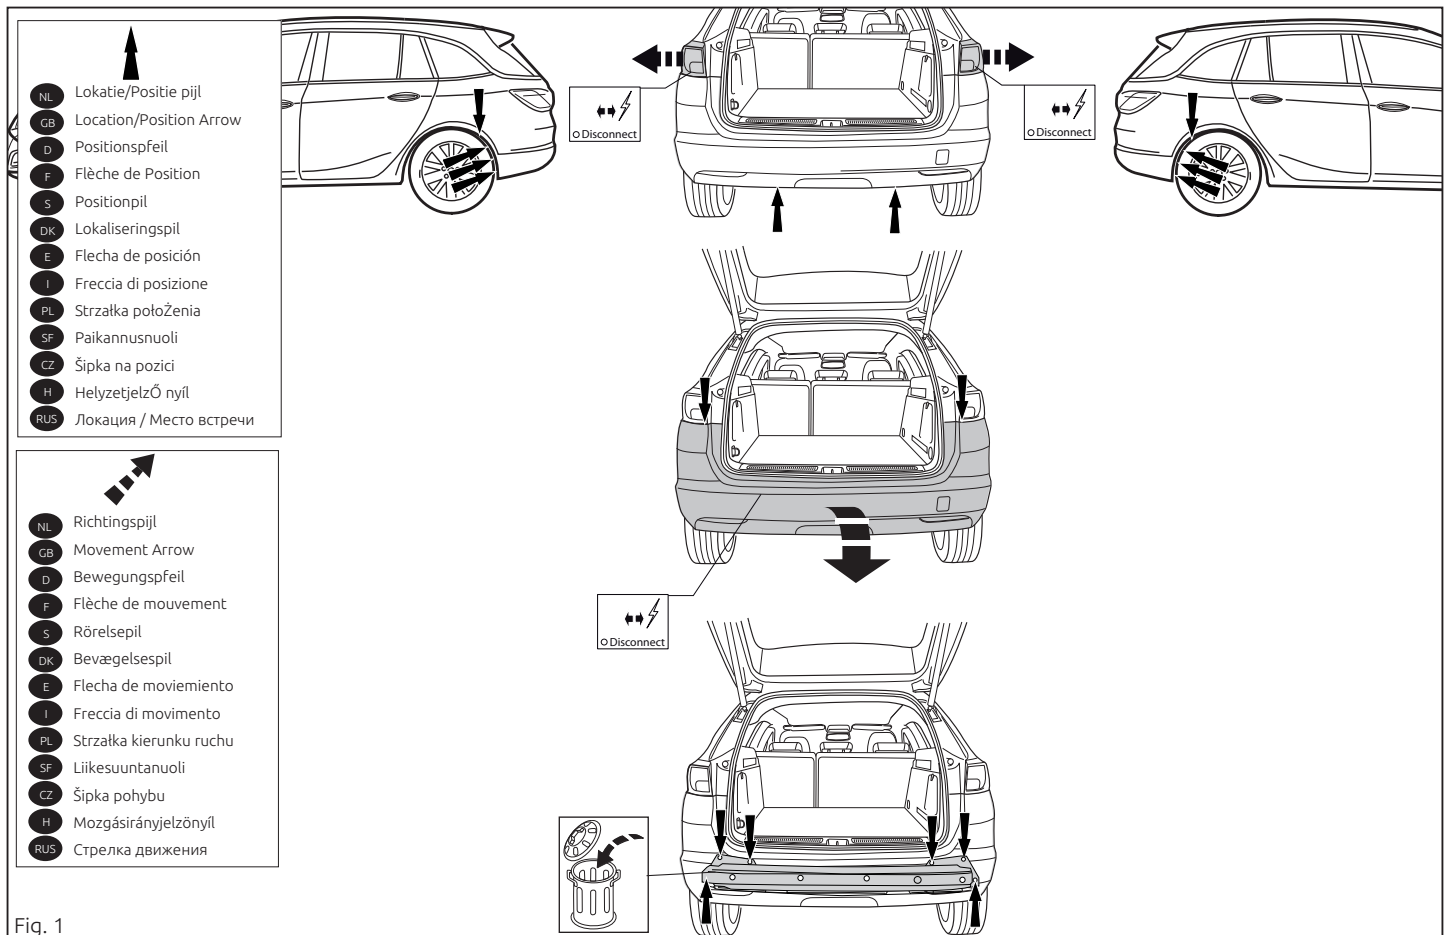

Fig. 1
1. Remove the rear-light units. Remove the bumper and the steel buffer beam from the vehicle. The buffer beam will no longer be needed. See figure 1.
1. Die Rücklichter abmontieren. Die Stoßstange einschließlich des stählernen Stoßbalkens vom Fahrzeug abmontieren. Der Stoßbalken wird nicht mehr benötigt. Siehe Abbildung 1.
1. Демонтер les Feux arrière. Déposer le pare-chocs du véhicule y compris la traverse en acier ; la traverse ne sera plus utilisée. Voir la figure 1.
1. Снять оба блока задних фар. Снять бампер вместе со стальным бугерным брусом автомобиля. Бугерный брус больше не пододобтса. См. рисунок 1.
1. Demonter baglysenhederne. Demonter kofangeren, inklusive køretøjets stålstødbjælke. Stålstødbjælken skal ikke længere anvendes. Se fig. 1.